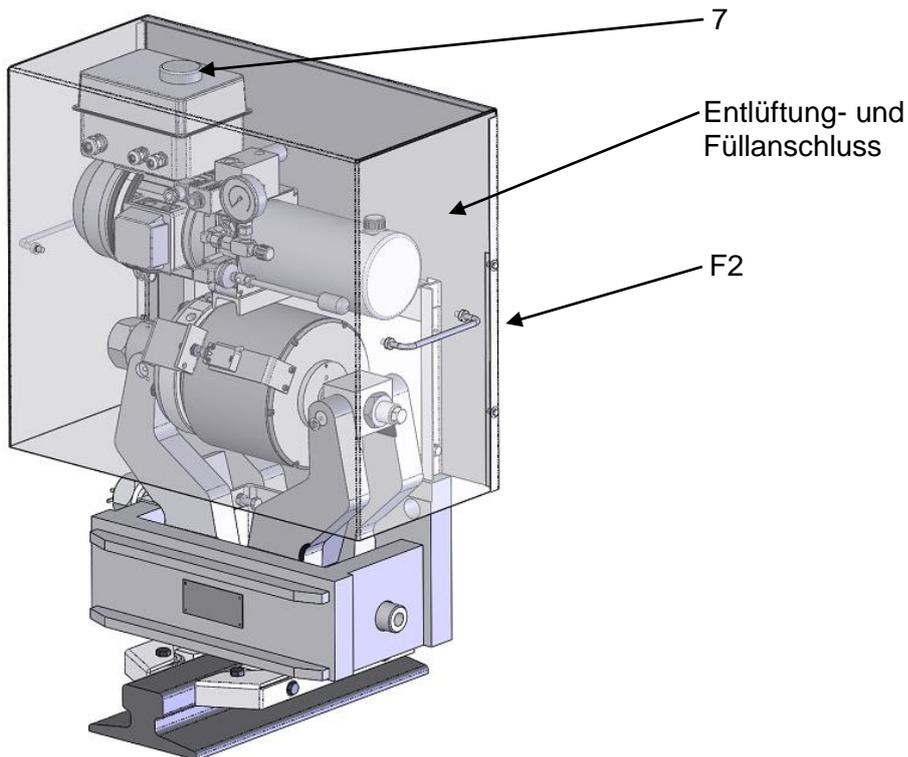

Bild 2.15
1. Entfernen Sie die Abdeckung des Aggregates (optional) durch Lösen der 4 Schrauben **F2**, siehe Bild 2.15.